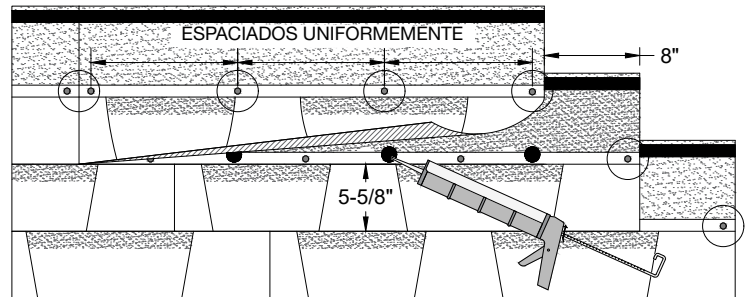

Figura 7 - Sellado manual de tejas laminadas
Para el sellado manual de una teja, aplique cuatro (4) toques del tamaño de una moneda de cemento asfáltico para techos conforme a ASTM D4586 bajo cada teja, con espaciado uniforme, y presione las tejas firmemente contra el cemento. El uso excesivo puede causar ampollado; si se aplican las cantidades correctas, no se produce filtración desde debajo de la teja (vea la Figura 7).